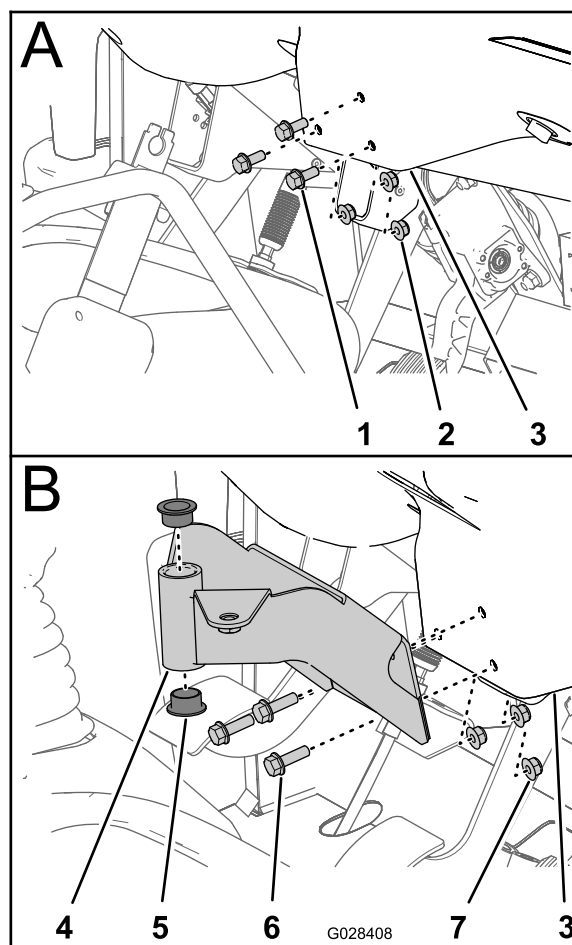

Figura 18
1. Retire los 3 pernos y 3 tuercas que sujetan la parte inferior central del salpicadero al soporte de sujeción del salpicadero (Figura 18).
2. Alinee los taladros del soporte de montaje de la consola de control con los taladros del salpicadero y del soporte de montaje (Figura 18).
4. Apriete las tuercas y pernos con un par de (Figura 18).
5. Inserte los 2 casquillos de plástico en el soporte de montaje (Figura 18).